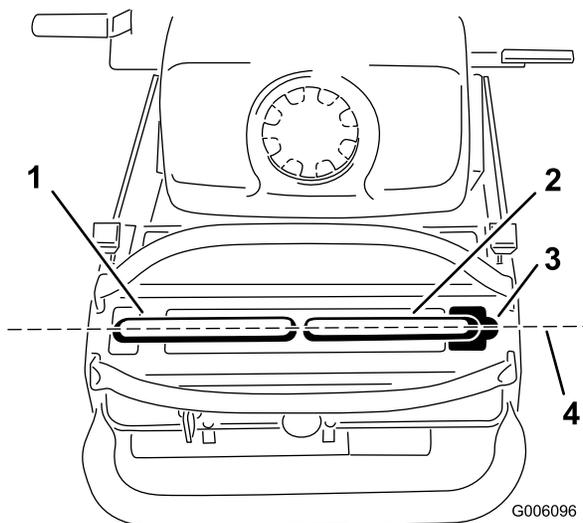

Figure 44
Important: Assurez-vous que l'alignement des roues de la machine est correct après avoir réglé les leviers de commande de déplacement. Une fois ce réglage effectué, il est possible que les leviers de commande de déplacement ne s'alignent pas exactement d'avant en arrière (Figure 44).
1. Une fois l'alignement horizontal effectué, vérifiez l'alignement avant/arrière (Figure 44).